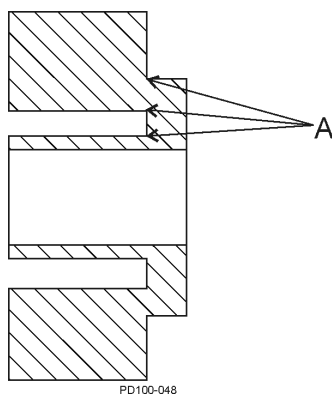

Figura 32 - Puntos de estrés del rotor
- Inspeccione minuciosamente los rotores en busca de chaveteros desgastados, desgaste del buje y grietas por tensión. Use el método de verificación de tinte para detectar cualquier grieta de tipo de fatiga en los puntos de tensión del rotor (Figura 32, artículo A).